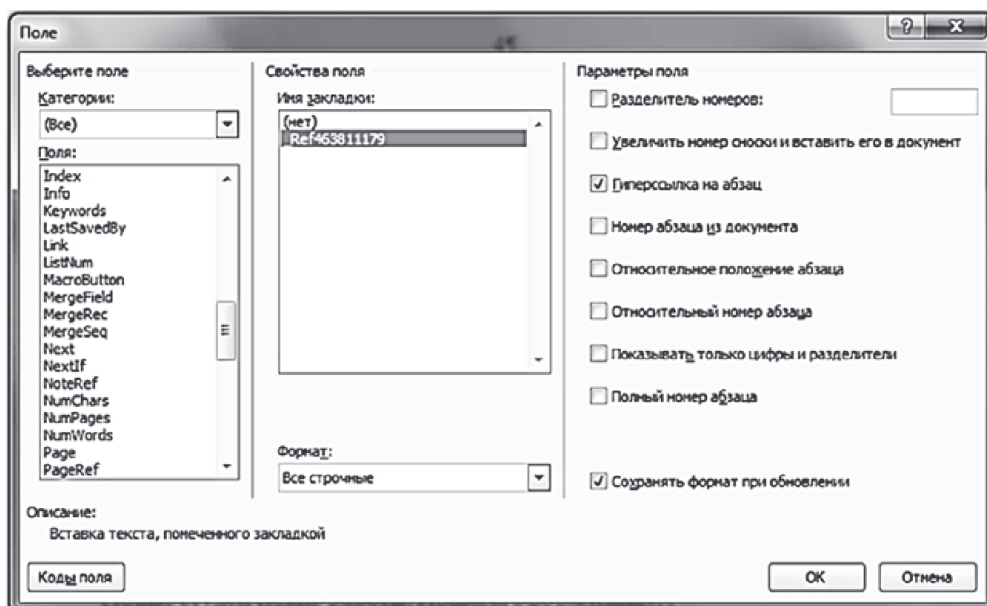

Рисунок 22 – Окно сохранения формата при обновлении
- г) установить флажок в окне *Сохранять формат при обновлении* (рисунок 22).